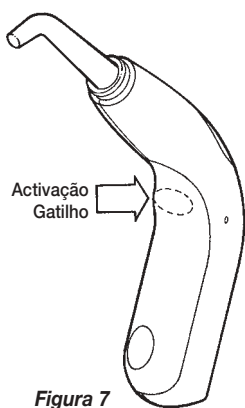

Figura 7
2. **Início do Ciclo de Polimerização:** Premindo a saliência na posição do gatilho do aparelho (Figura 7) activa-se a unidade SmartLite™ IQ™™. No início de qualquer ciclo de polimerização ouve-se um som; no final do ciclo de polimerização o LED apaga-se automaticamente e ouve-se um som duplo.